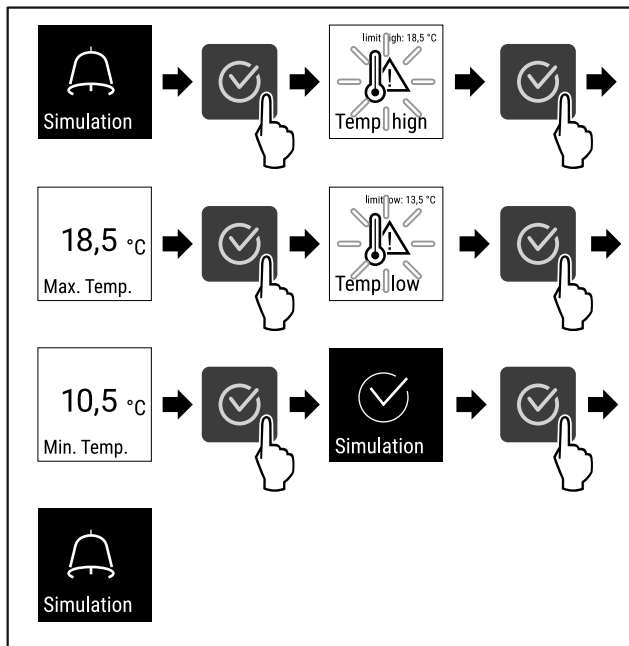

Fig. 144
- ▶ Εκτελέστε τα βήματα ενεργειών (βλέπε Fig. 144) .